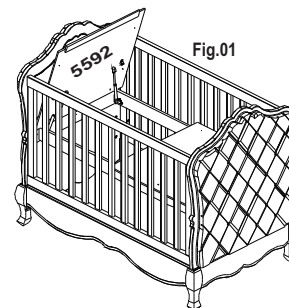

Fig.01
1. Remova o estrado (53789) e o estrado antirrefluxo (5592) das barras de estrado (54452), para isso retire os parafusos que estão fixando os mesmos. **Atenção:** Para soltar o pistão gire o estrado conforme Fig.: 01 e retire o arrame com auxílio de uma chave phillips.
5) Fixar a base triangular (Pistão) "I" na barra de estrado (54452), utilize parafuso 3,5 x 16 mm "N". Fig. 01.